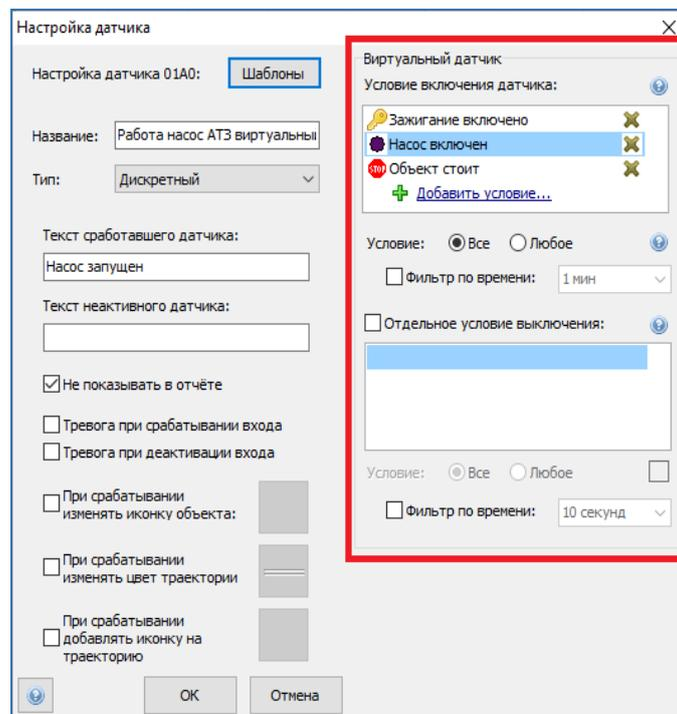

Рис. 113.
2.14.4. При данном методе настройки необходимо произвести проверку соответствия условий включения датчика. Рис. 113